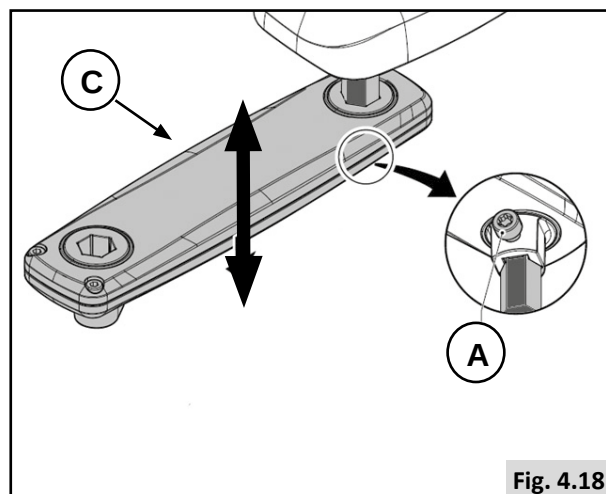
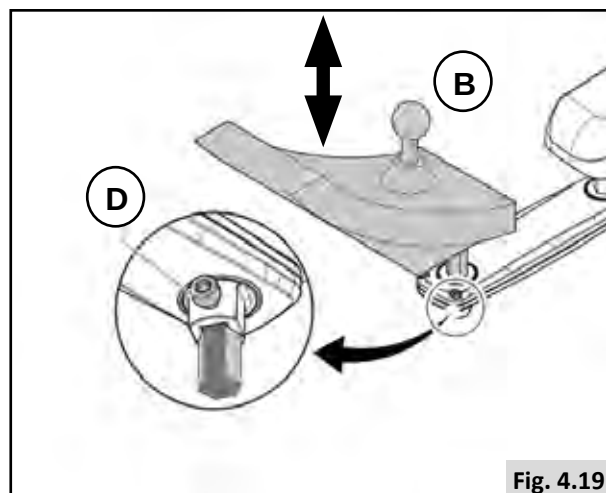

Fig. 4.18
Fig. 4.19
Vooraf instellen van de diepte van de bediening (1) (Fig. 4.18).
1. Maak de losser (A).
2. Schuif (C) in de gewenste positie.
3. Vastdraaien (A).
Vooraf instellen van de hoogte van de bediening (2) (Fig. 4.19).
1. Maak de losser (D).
2. Schuif (B) in de gewenste positie.
3. Vastdraaien (D).